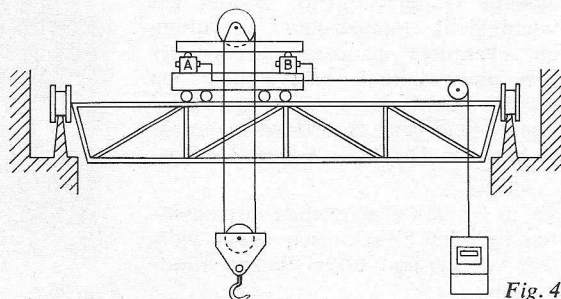

Fig. 4
4. In kranen, bijv. voor het wegen van zware lasten, enz. (fig. 4).